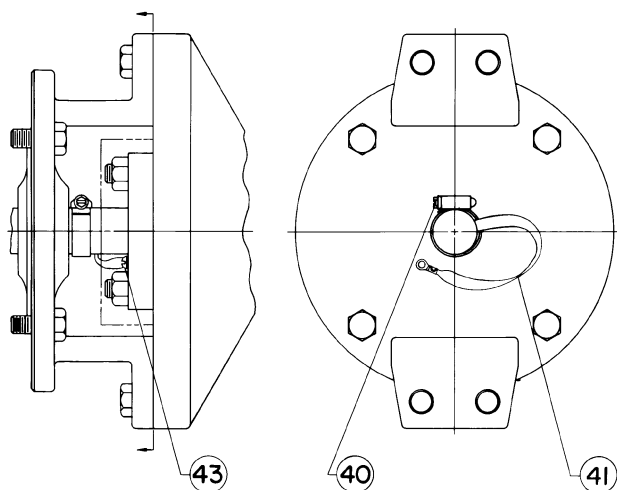

图3. 可选的轴杆至阀体连接带组件
10. 用夹子（图3件40）将连接带组件（图3件41）连接到轴杆，并用机器螺钉（图3件43）将连接带组件的另一端连接至阀门。
2. 从执行机构安装支架上拆下帽螺钉（件 29），并在查阅执行机构指导手册寻求帮助的同时，拆下执行机构。对运行于氧气设备与危险场所的应用场合，应拆下夹子与连接带组件（图 3 件 40 与件 41）。
若情况适用，将连接带组件与夹子（图 3 件 41 与件 40）进行安装或复位。
1. 从执行机构安装支架上拆下帽螺钉（件 29），并在查阅执行机构指导手册寻求帮助的同时，拆下执行机构。若情况适用，拆下夹子与连接带组件（图 3 件 40 与 41）。